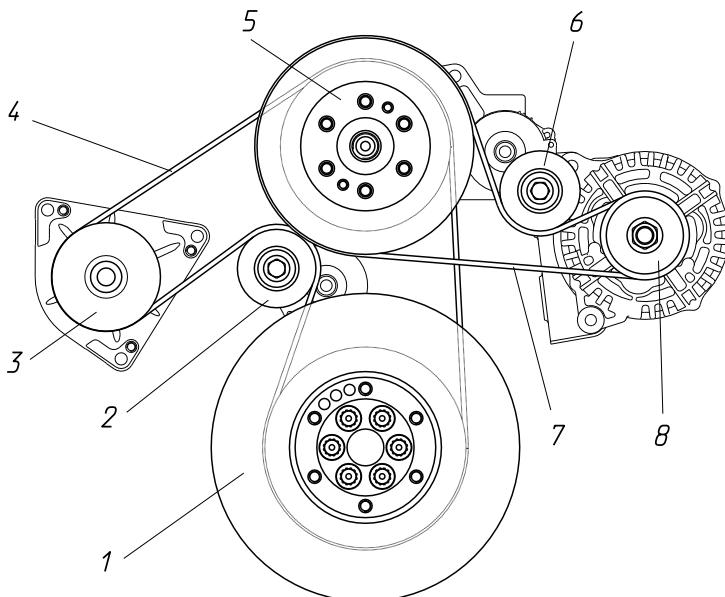

Рис. 17. Ременный привод агрегатов (первый вариант):
1. Водяной насос, вентилятор и генератор (рис. 17).
2. Водяной насос, вентилятор, генератор и компрессор кондиционера (рис. 17а).
3. Водяной насос и генератор (рис. 17б).
От шкива вентилятора вторым ремнем приводится генератор (рис. 17) или одновременно генератор и компрессор кондиционера (рис. 17а).
Рис. 17а. Ременный привод агрегатов (второй вариант):
Рис. 17б. Ременный привод агрегатов (третий вариант):